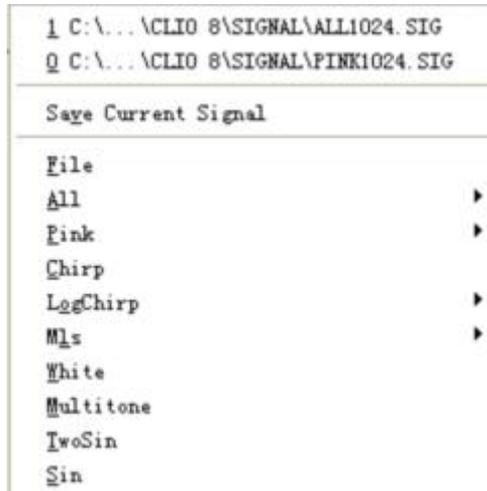

图 4-7
6) 点击信号发生器下拉扩展菜单图标可展开信号发生器如图4-7，方便选取您需要的信号类型，在不做选取的情况下系统默认的输出信号为正弦波1000Hz单频信号。